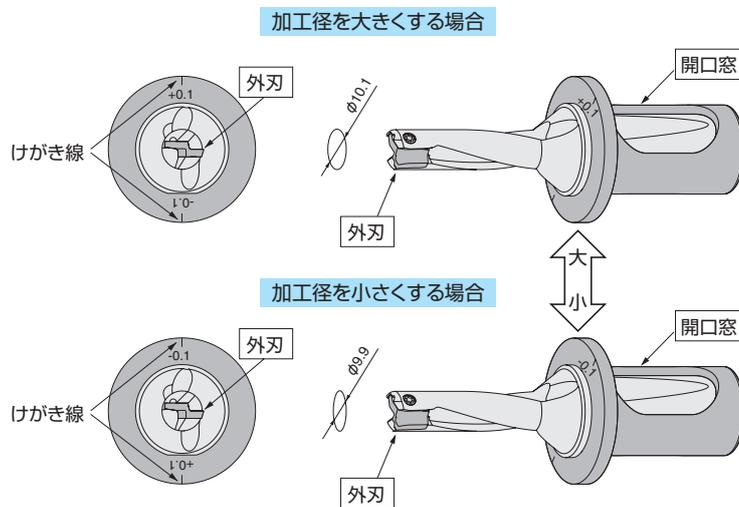

図1 加工径調整方法($\phi 10$ ドリル使用時の例)
- ① ドリルの外刃と、スリーブ端面のけがき線が垂直となる様にセットしてください。(図1参照)
- ② 加工径を大きくする場合は、+0.1側の開口窓を、加工径を小さくする場合は-0.1側の開口窓を使用する様にセットしてください。(図1参照)